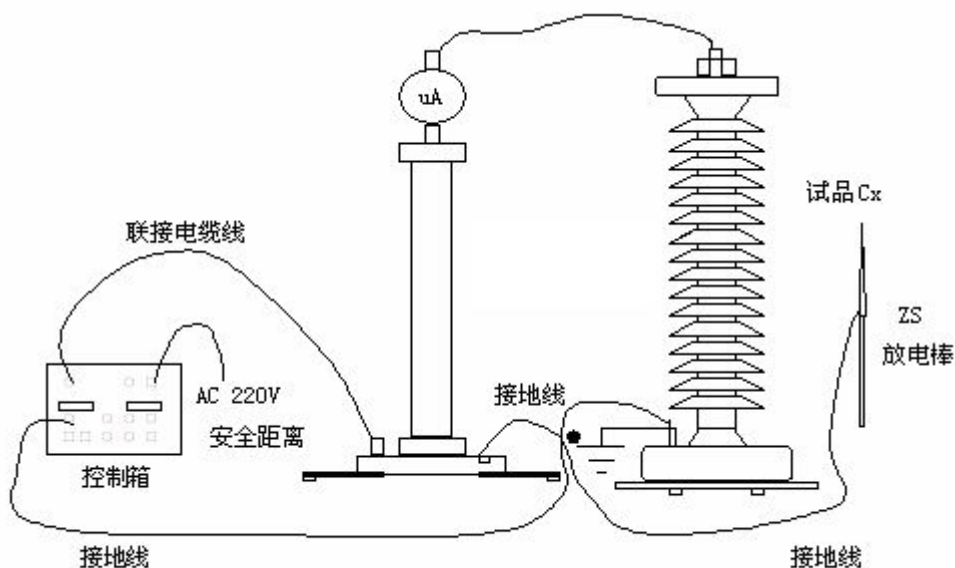

图6 试品试验接线示意图及接地线联接方法
(1) 直流发生器在使用前应检查其完好性, 联接电缆线不应有断路和短路, 设备无破裂等损坏。
(2) 将机箱、倍压筒放置到合适的安全的位置, 分别联接好电源线、电缆线和接地线。保护接地线与工作接地线以及放电棒的接地线均应单独接到试品的地线上(即一点接地)。严禁各接地线相互串联使用, 以免击穿时地电位抬高形成反击, 损坏仪器(见图 6)